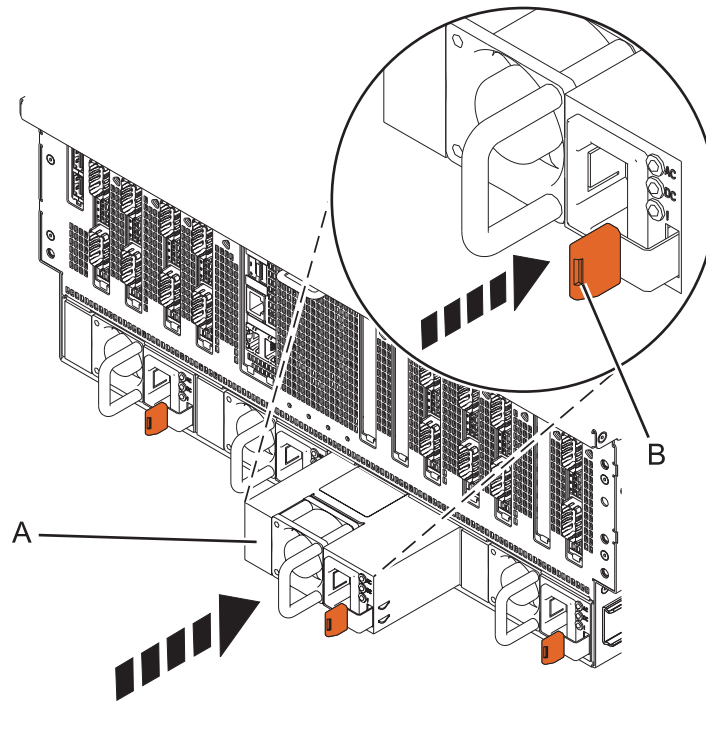

Figure 17. Remise en place d'un bloc d'alimentation dans le système
3. Alignez le bloc d'alimentation (**A**) avec la baie, puis faites-le glisser dans le système jusqu'à ce que le taquet de couleur ocre (**B**) se bloque, comme illustré à la figure 17, à la page 17.